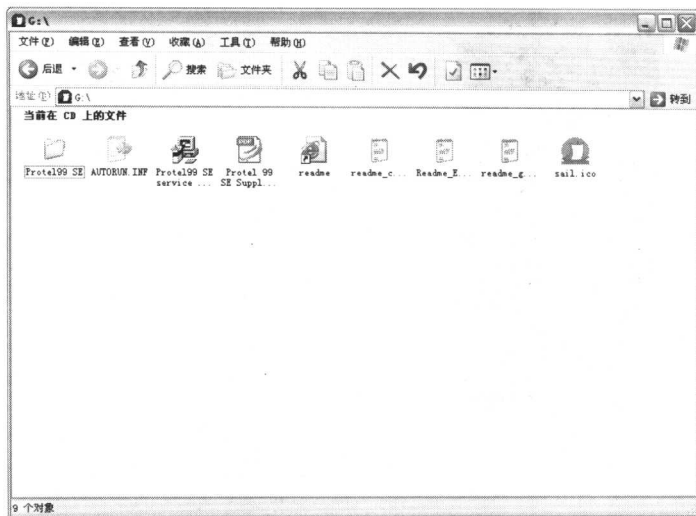

图 1-2 Protel 99SE sp6 软件光盘
(3) 双击“Protel 99SE sp6 (G:)”图标, 运行 Protel 99SE sp6 软件光盘, 如图 1-2 所示。
(1) 双击图 1-2 中的“Protel 99SE service”图标,运行 Protel 99SE 补丁的安装程序,Windows 显示 Protel 软件终端用户 LICENSE 协议对话框,如图 1-14 所示。